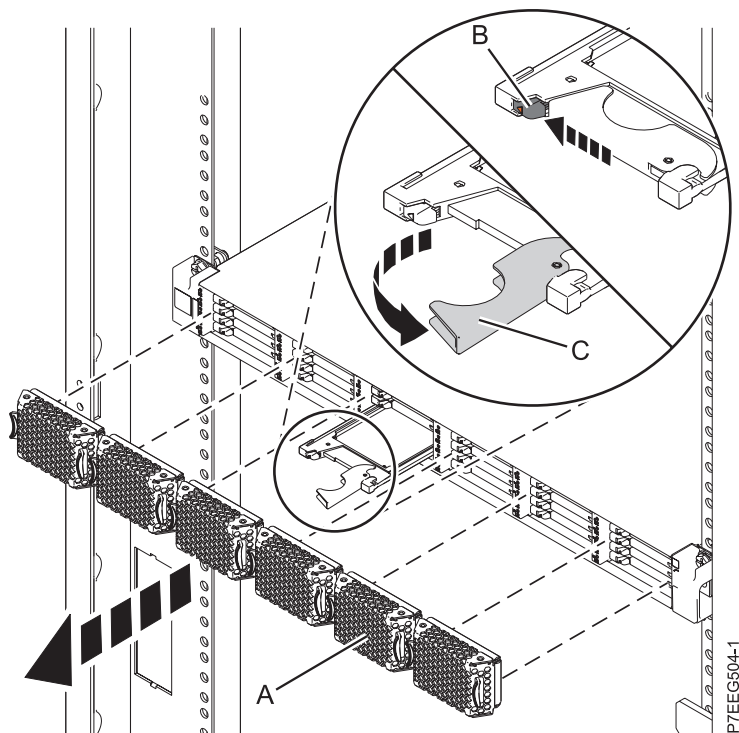

Figura 19. Extracción de la unidad de estado sólido de Alojamiento de almacenamiento PCIe de EDR1
5. Cuando el LED de identificación de la unidad de estado sólido se encienda de manera fija, deslice suavemente el pestillo de liberación **(B)** por encima para desbloquear el asa de la unidad. Consulte Figura 19 en la página 37.